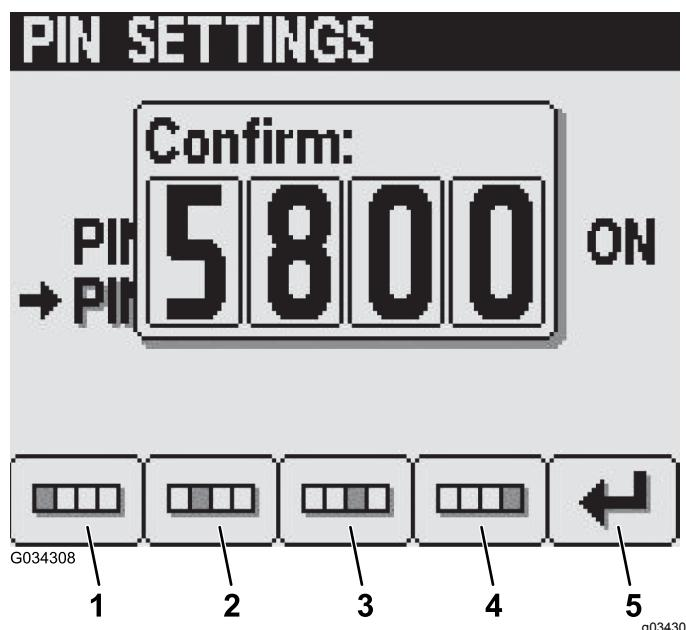

Figura 29
- No ecrã de confirmação, prima os botões 1 a 4 para introduzir o seu novo código PIN. Quando terminar a introdução do PIN, prima o botão 5 (Figura 29).
**Nota:** Depois de confirmar o código PIN (Figura 29), surge o ecrã de PIN corrigido durante aproximadamente 5 segundos.